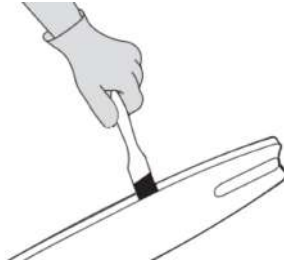

Abb. 19
2. Entfernen Sie mit einer Drahtbürste, einem Schraubenzieher oder einem ähnlichen Werkzeug die Rückstände aus der inneren Nut des Schwerts (siehe Abb. 19).